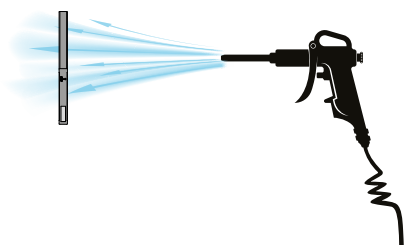

Abb. 3
3. Blasen Sie die Filter vorsichtig mit Druckluft aus, um ihre Struktur nicht zu beschädigen (Abb. 3).